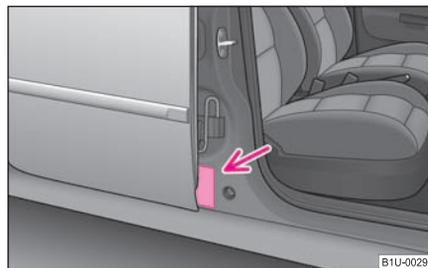

Fig. 130 Autocollant sur le montant central de la carrosserie côté passager avant
- L'autocollant qui se trouve ⇒ fig. 130 sur le montant central de la carrosserie côté passager avant attire votre attention à ce sujet. L'autocollant est visible dès que la porte du passager avant est ouverte. L'autocollant est aussi placé sur le pare-soleil du passager avant dans certains pays.